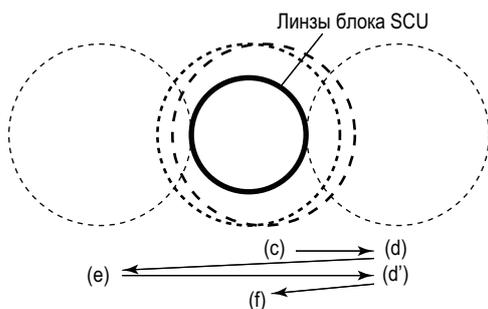

Рисунок 3.19 Иллюстрация концепции окончательной горизонтальной регулировки
- i. Отрегулируйте гайки регулировки горизонтального угла на стороне блока лазера (LU), чтобы передача (прохождение) оказались в области нуля (чтобы лазерный луч просто не попадал в линзы блока SCU) (рисунок 3.19(d)).
- iii. Снова поворачивайте гайки регулировки горизонтального угла на стороне блока лазера (LU) в направлении, противоположенном направлению ii, до тех пор, пока передача не окажется в области нуля (до тех пор, пока лазерный луч просто не будет попадать в линзы блока SCU) (рисунок 3.19(d')). Во время этого процесса поворачивайте гайки регулировки угла на одну восьмую оборота и запомните, сколько было сделано таких поворотов на одну восьмую оборота.
- iv. Проверьте, чтобы количество поворотов гаек регулировки угла было практически одинаковым для шагов ii и iii. После этого поверните обратно гайки регулировки вертикального угла на половину количества подсчитанных поворотов, и надежно закрепите гайки (Рисунок 3.19(f)).